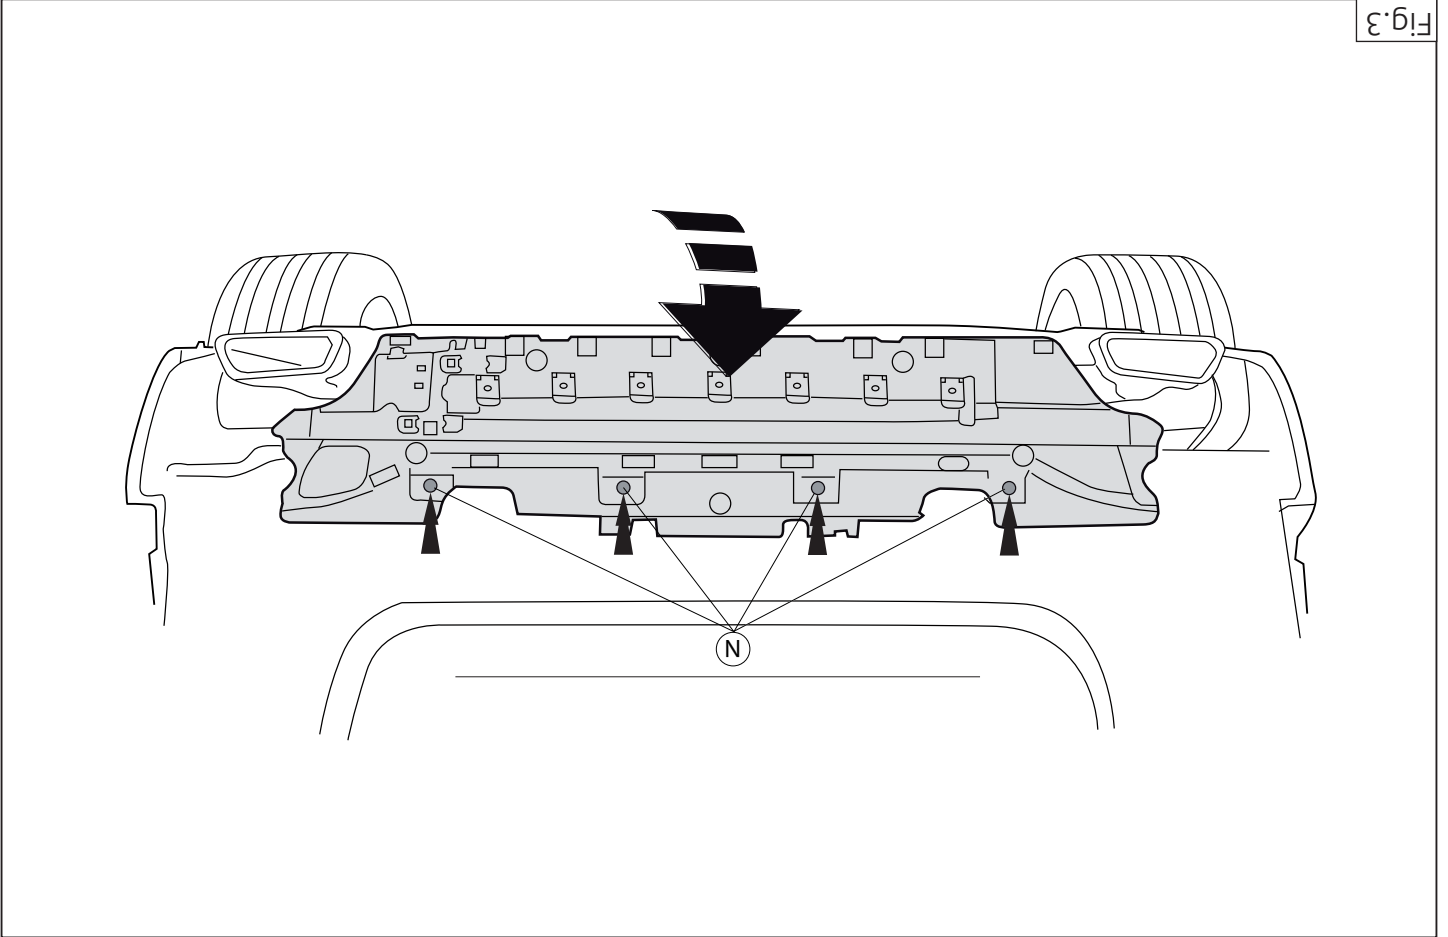

Fig.3
7. Attach the plastic cap to the crossbeam of the tow bar at the points N. See figure 3.
7. Montieren Sie die Kunststoffkappe am Querträger der Anhängerkuppung an den Punkten N. Siehe Abbildung 3.
6. Monter le capuchon en plastique au niveau de la barre perpendiculaire de l'attache-remorque, sur les points N. Voir la figure 3.
7. Monter kunststofhætten ved punkterne N på afhængigtrækkes tværvange. Se fig. 3.